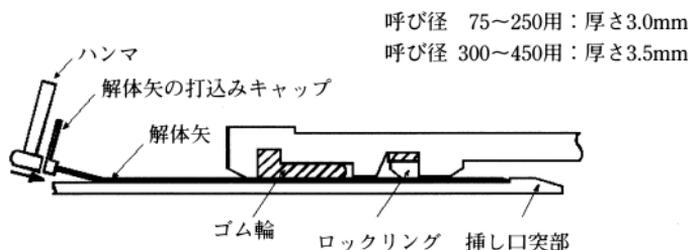
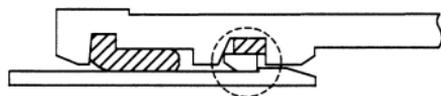

図84 解体矢の打ち込み
図85 解体矢が入りにくい状況
- (1) 継手部をまっすぐな状態にする。(継手部が屈曲していると解体矢が挿入できない箇所がでてくる場合がある)
- (2) 受口と挿し口のすき間から、呼び径に応じた専用の解体矢(図84参照)を均等(円周8~12ヶ所)に、ハンマで所定の位置(先端が挿し口突部にあたる)まで打ち込む。この時、解体矢の先端のテーパの向きは図86の通りとする。また、解体矢には滑剤を塗ると打ち込みやすくなる。なお、図85のように挿し口突部がロックリングに引っかかっているときは、解体矢が入りにくいので、挿し口を少し挿入するとよい。